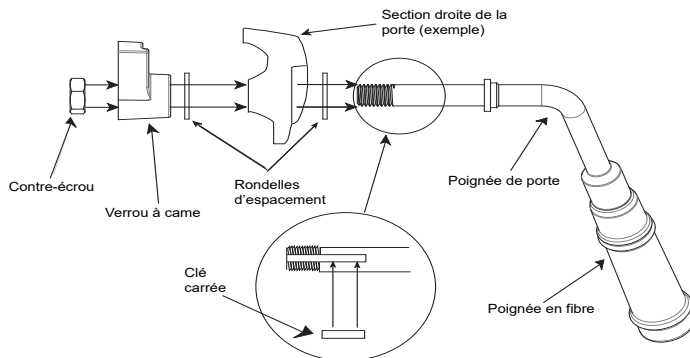

Figure 23.1
2. Placez une deuxième ou plusieurs rondelles comme il est indiqué à la **Figure 23.1**.
6. Installez la poignée en fibre (**Figure 23.1**).